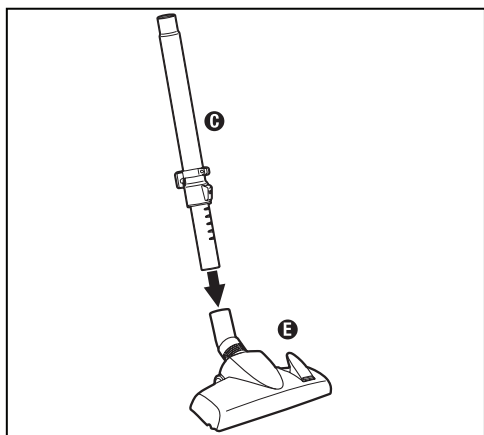

Fig.3
**Étape 3:** Placez le suceur de sol **E** au bout du tube **C** ou **D** (Fig. 3).